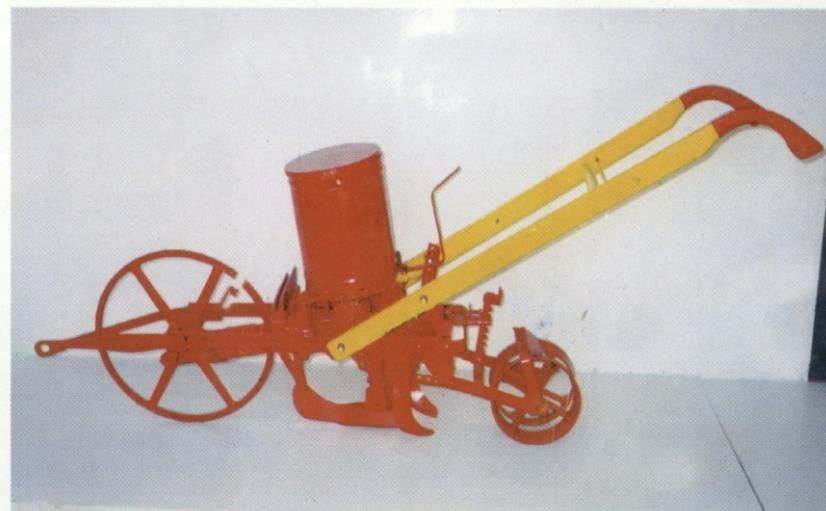

Fig. 5. Mecanismo distribuidor da semeadora Semeato, de tração motora utilizada na implantação de pastagens de capim buffel.
A semeadora Semeato modelo PL, de tração motora, equipada com mecanismo distribuidor para algodão (sementes com línter), permite a semeadura de sementes de capim buffel. Caso exista folga lateral no rotor distribuidor de sementes (referência 02 da Fig. 5) é necessário colocar uma bucha de bronze ou de ferro na extremidade da engrenagem Z-12 (ref. 04), com as seguintes dimensões: diâmetro externo de 25mm; diâmetro interno de 19mm e comprimento de 15 mm, que é fixada ao eixo do rotor (ref. 01) por meio de um parafuso de ¼ de polegada (6,35mm), rosqueado na referida bucha, e travada com uma porca, ao conseguir a ajustagem desejada. A faixa de